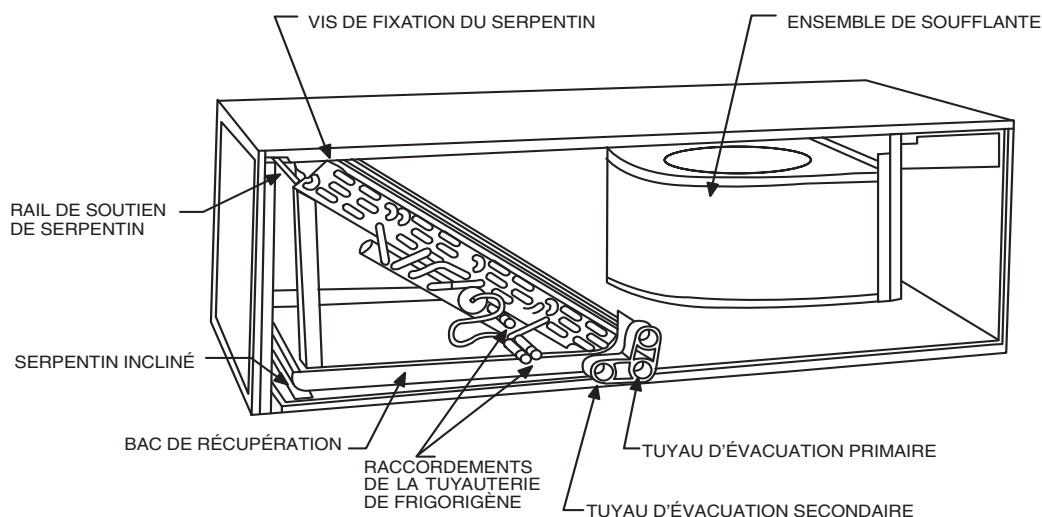

Fig. 6 - Serpentin incliné dans une application horizontale droite
1. Retirez les panneaux d'accès de la soufflante et du serpentin. (Consultez la figure 6.)
- a. Enlevez l'ensemble d'étanchéité à l'air du serpentín en retirant les quatre vis. (Consultez la figure 6.)
- b. Retirez le répartiteur d'air (B) de l'ensemble d'étanchéité du serpentín en retirant les trois vis. (Consultez l'ensemble d'usine en médaillon dans la figure 6.)
- c. Retirez la plaque de substitution (A) et installez le répartiteur d'air (B) à la place de la plaque de substitution.
- d. Installez la plaque de substitution (A) comme illustré pour l'application horizontale droite.
- e. Enlevez les goulottes à condensats (C) et installez-les sur les plaques tubulaires opposées.